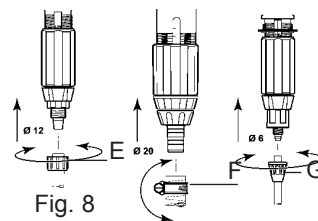

Fig. 8
- Svitare il dado (Fig. 8-E) situato in basso, nella parte dosaggio ed infilare il tubo di aspirazione nel dado.
- Svitare il dado (Fig. 8-G) situato in basso, nella parte dosaggio ed infilare il tubo di aspirazione nel dado.
- Con un cacciavite svitare il collare (Fig. 8-F) montato sul tubo di aspirazione.